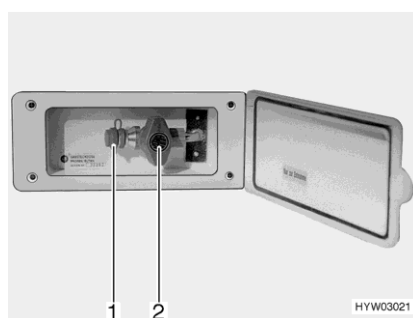

Fig. 126 Raccordement externe de gaz (robinet d'arrêt de gaz fermé)
- Raccorder l'appareil à gaz externe sur le raccord (Fig. 126,1).
- Ouvrir le robinet d'arrêt de gaz (Fig. 126,2).